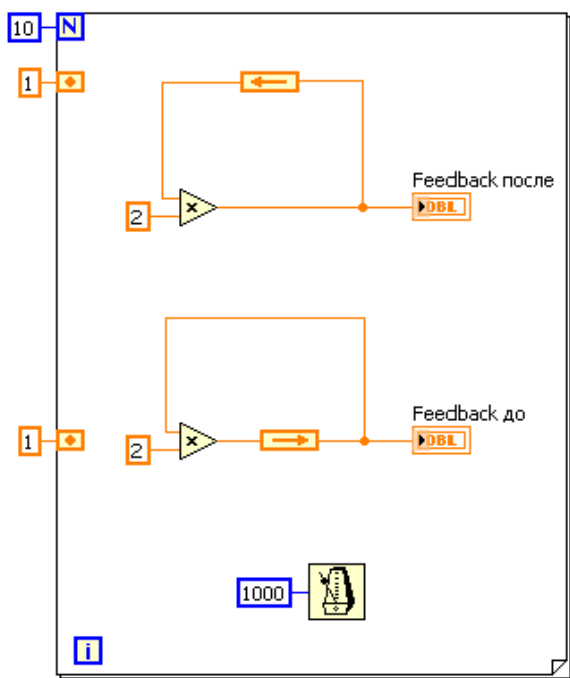

Рис. 18 - блок-диаграмма
2. Отобразите блок-диаграмму, показанную на рис. 18. Разместите лицевую панель и блок-диаграмму на экране так, чтобы они не перекрывали друг друга. Переместите палитры Tools и Functions, если это необходимо.